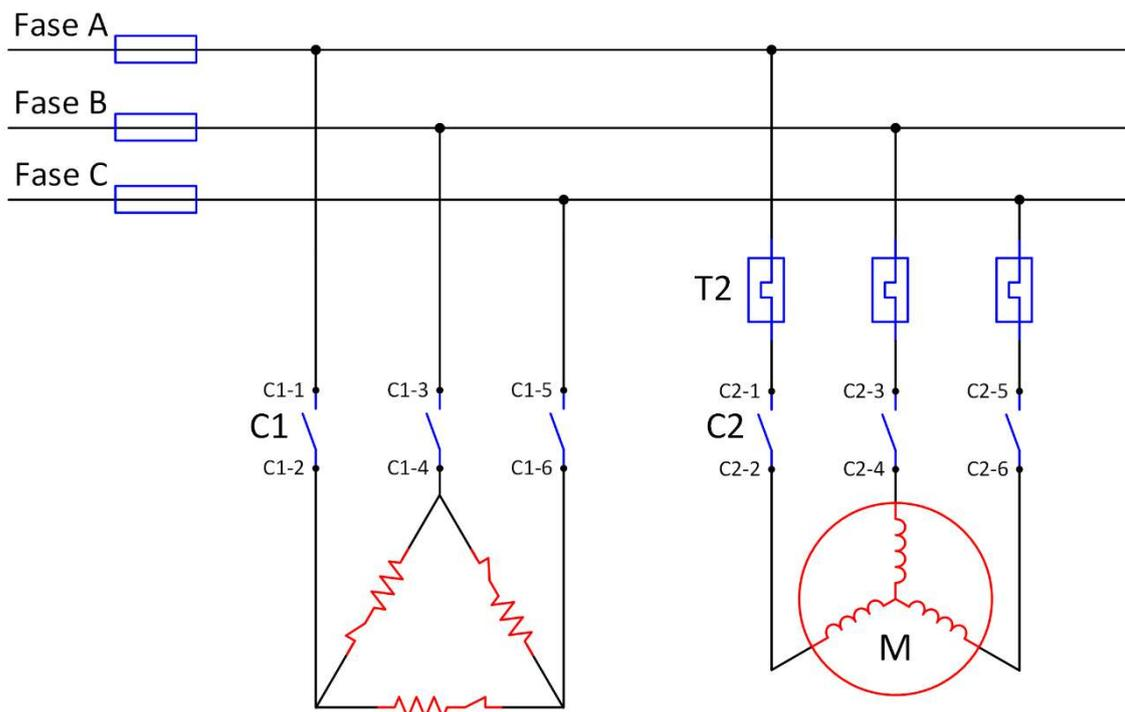
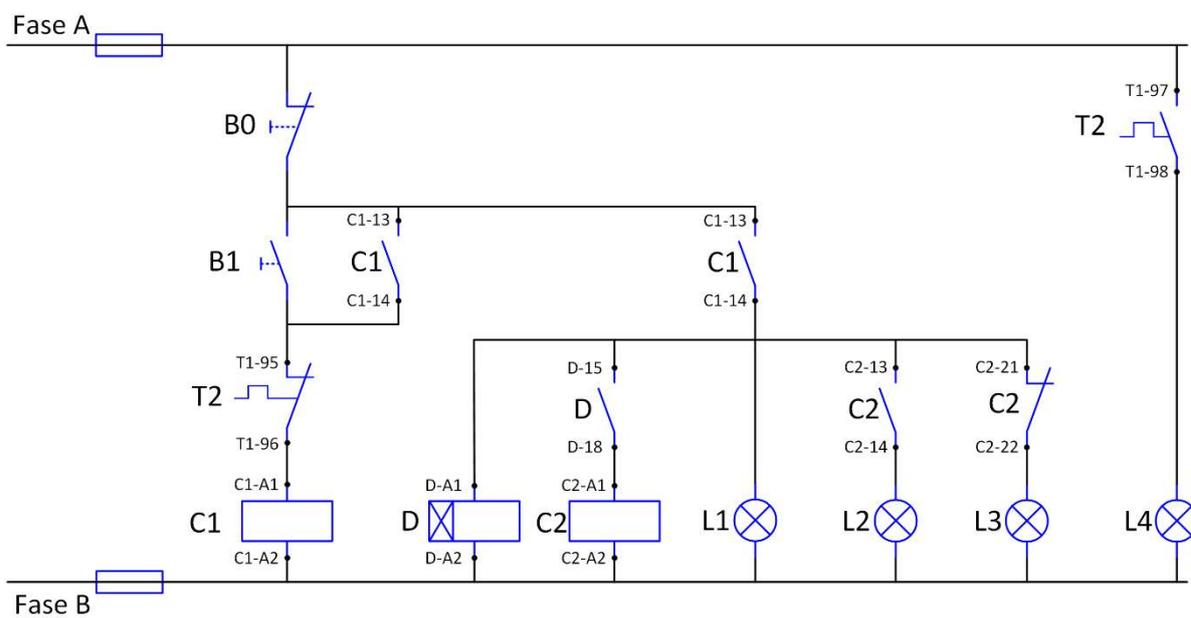

Figura 18 – Circuito para análise – potência.
Figura 19 – Circuito para análise – comando e sinalização.
Analise os circuitos da Figura 18 e Figura 19 e, após discussão técnica entre o grupo, descreva, por escrito, o funcionamento dos diversos elementos após acionamento da botoeira B1, incluindo bobinas, resistência, motor trifásico ligado em Y (M) e as lâmpadas L1, L2, L3, L4. Posteriormente, inclua essa análise no relatório da experiência.